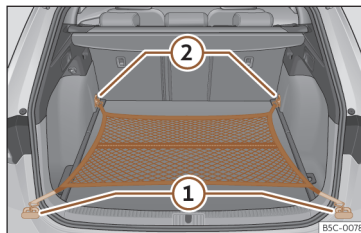

**Fig. 194** Na bagageira: saco de rede fixado rente ao piso.
- Fixe os ganchos da rede nas argolas de fixação >>> **Fig. 194** ① e ② >>> . O fecho de correr do saco deve ficar voltado para cima.